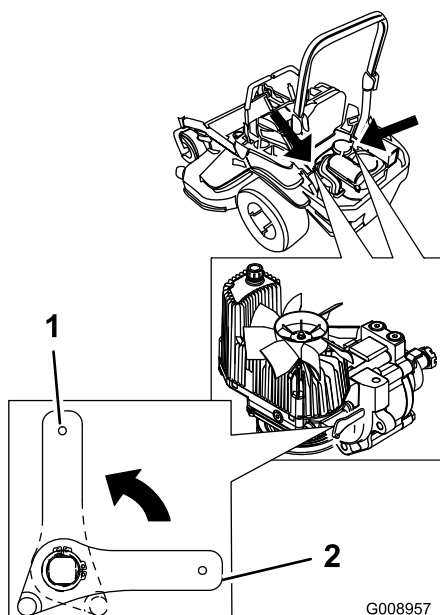

Figura 38
2. Gire las palancas de las válvulas de liberación a la posición vertical para empujar la máquina (Figura 38).
4. Gire las palancas de las válvulas de desvío a la posición horizontal para conducir la máquina (Figura 38).